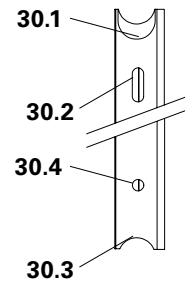

Abb. A5.01a
- Seite mit Halbkreis (**30.3**) und Bohrung (**30.4**). (Abb. A5.01a)